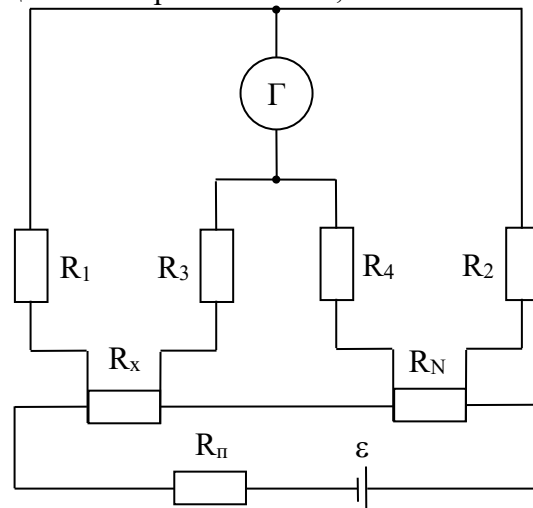

Рис. 6.
- Равновесие двойного моста постоянного тока (рис. 6) имеет место при следующих значениях сопротивлений, из которых составлен мост:  $R_1 = R_3 = 200$  Ом,  $R_2 = R_4 = 100$  Ом,  $R_N = 0,001$  Ом. Сравнивающим устройством является магнитоэлектрический гальванометр. Определите сопротивление  $R_x$ , при котором мост уравновешен.